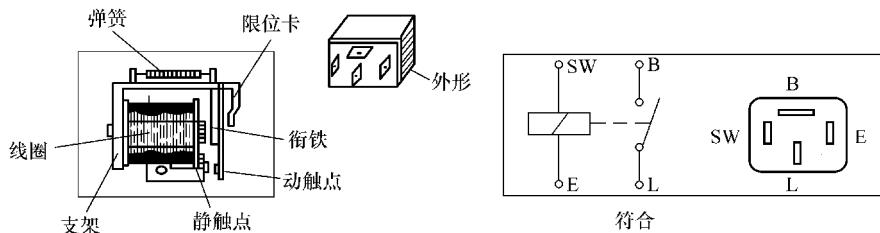

图 10-20 前照灯继电器
(3) 前照灯继电器 如图 10-20 所示为触点常开式前照灯继电器的结构和引线端子,端子 SW 与前照灯开关相连,端子 E 搭铁,端子 B 与电源相连,端子 L 与变光开关相连。当接通前照灯开关后,继电器铁心通电,触电闭合,通过变光开关向前照灯供电。